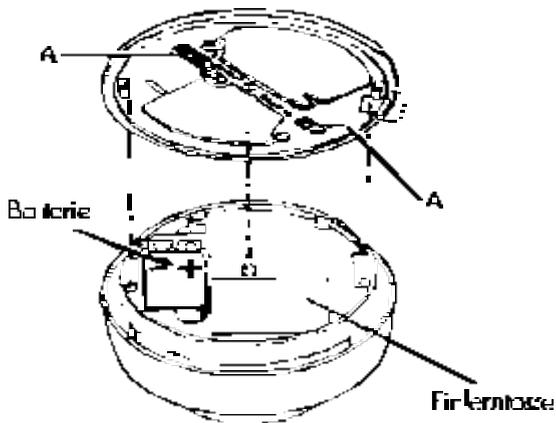

Bild 2: Aufbau des Funk-Rauchmelders
- Entnehmen Sie die werkseitig umgekehrt eingelegte 9 V Lithiumbatterie aus der Halterung und setzen Sie sie in der gekennzeichneten Polarität ein. Die Batterieanschlussklemmen müssen spürbar einrasten (siehe Bild 2).